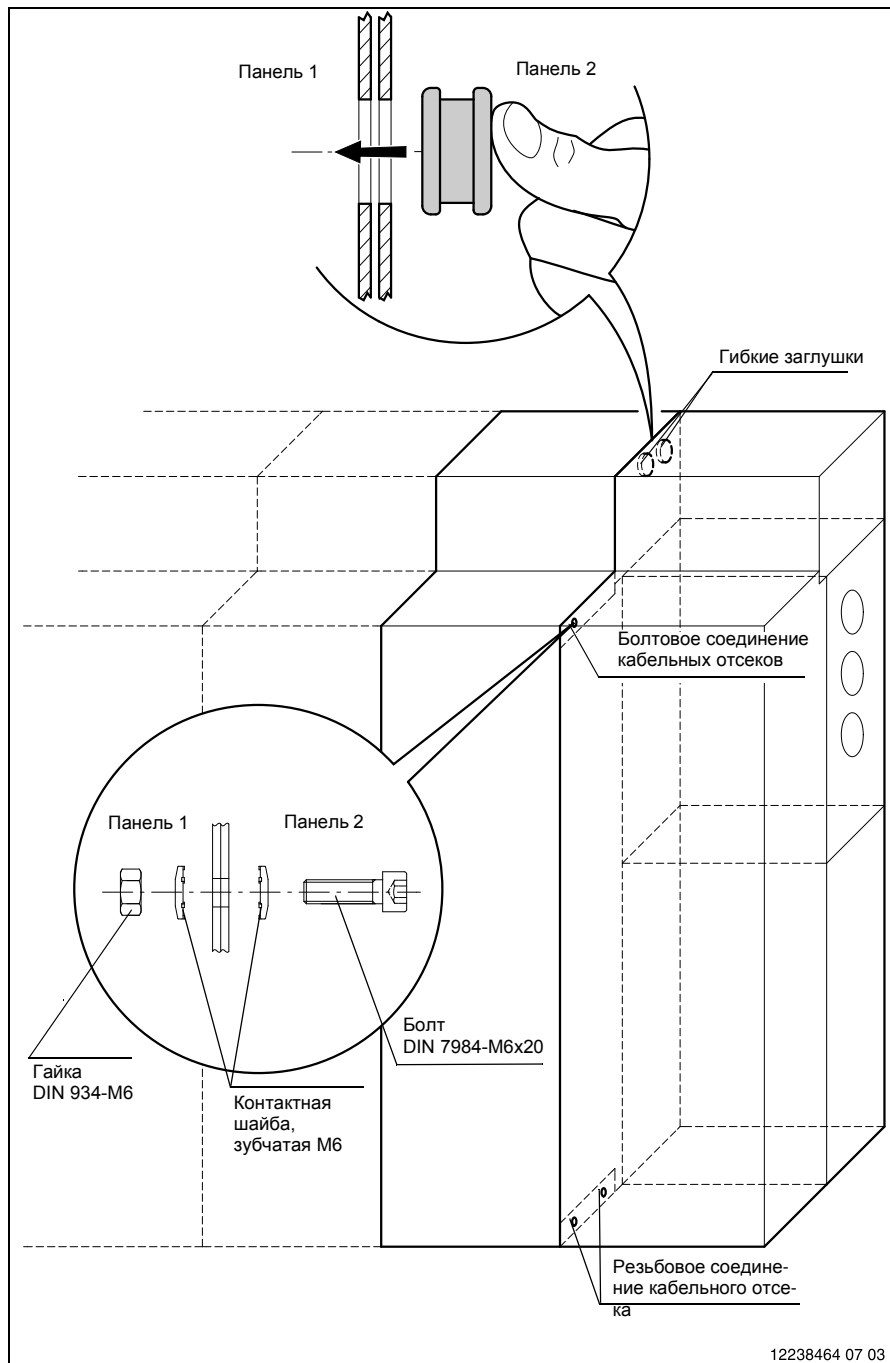

Рис. 33
При этом для двух смежных отверстий используйте одну заглушку (Рис. 33).
17. Смежные боковые стенки кабельных отсеков панелей 1 и 2 соедините, как показано на Рис. 33.